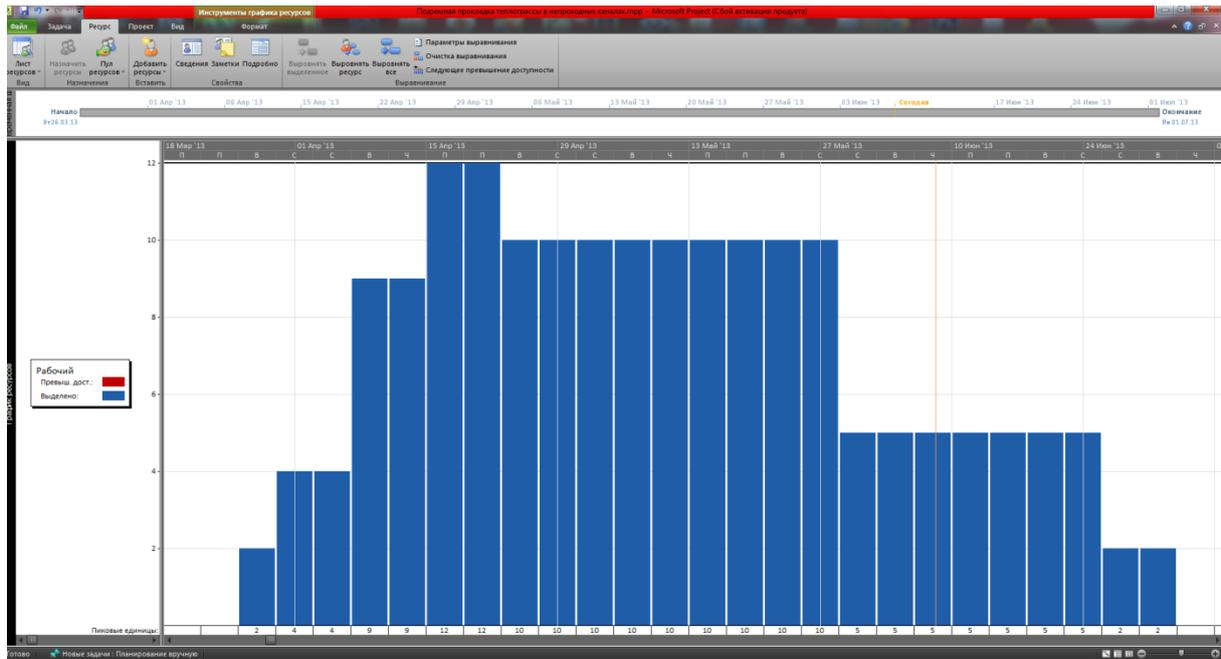
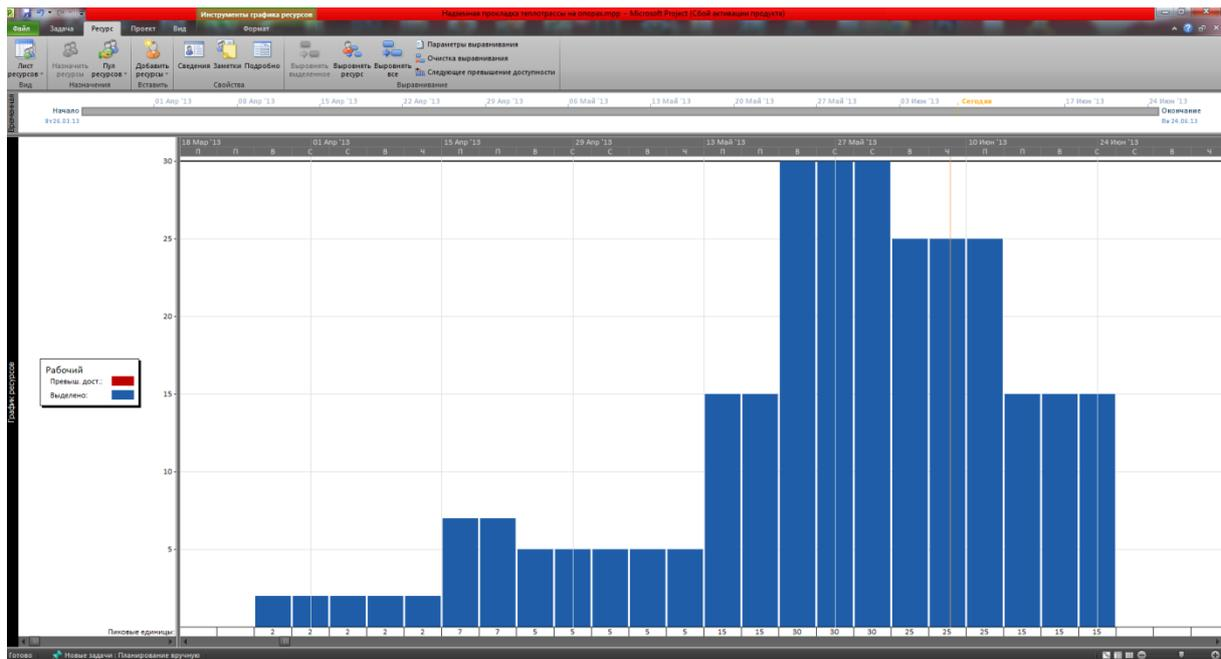

Рис. 35 «График ресурсов» для ППТ (после редактирования)
Рис. 36 «График ресурсов» для НПТ (после редактирования)
16) Снова открываем «График ресурсов» (одним из уже известных нам способов). Теперь весь график имеет один и тот же цвет, что говорит о том, что в проект привлечено столько людей, сколько требуется для выполнения всех работ проекта. Окончательный вид графиков для ППТ и НПТ представлен на рис. 35 и на рис. 36 соответственно;